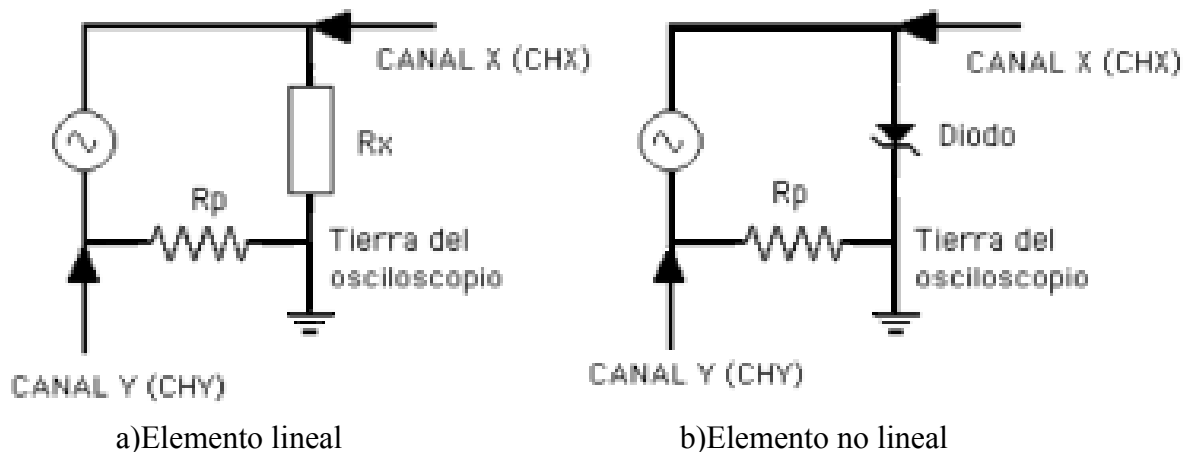

Figura 5.1.- Circuito para determinar las características I-V de elementos de dos terminales.
- 2.- Después de observar la Figura 5.1, responda las siguientes preguntas:
- c) ¿Qué polaridad (positiva o negativa) va a tener la señal aplicada al canal Y (vertical) en el circuito de la Figura 5.1.a, y qué polaridad va a tener la señal aplicada al canal X (horizontal)?
- 3.- En el Prelaboratorio su profesor le indicará los valores que debe utilizar en los circuitos de la Figura 5.1, tanto para los componentes como para los valores pico del generador de funciones. Calcule la potencia máxima que van a disipar las resistencias especificadas, suponiendo que su voltaje va a ser el de la fuente (peor caso).
- 2.- Monte el circuito de la Figura 5.1.a con los valores indicados por su profesor en el Prelaboratorio. El objetivo es determinar la característica corriente-voltaje de R_x , por lo que en principio el verdadero valor de la resistencia R_x es "desconocido". La resistencia de protección R_p se supone conocida. Determine su verdadero valor con el multímetro digital y regístrelo en la siguiente tabla, segunda columna, para luego poder realizar cálculos de corriente en forma indirecta.
osciloscopio digital y registre dichos valores en la siguiente tabla. Aplique dicha señal a su circuito y conecte ahora las puntas de prueba de su osciloscopio de la manera indicada en la Figura 5.1.a. **Recuerde que el osciloscopio DEBE ESTAR FLOTANDO.** Como primer paso, observe las señales en ambos canales simultáneamente, utilizando la base de tiempo del osciloscopio. Observe que, de acuerdo con la convención utilizada generalmente, la polaridad de la señal del canal CHX es positiva, mientras que la señal del canal CHY es negativa. Active el control de inversión de esta señal en el osciloscopio para tener ambas señales con polaridad positiva. Mida el voltaje pico de dichas señales y regístrelo en la siguiente tabla.
6.- A continuación seleccione la **presentación XY** y realice los siguientes ajustes en su osciloscopio: Coloque el acoplamiento GND en ambos canales y ubique el punto en el centro de la pantalla. Coloque el selector de acoplamiento de ambos canales a **DC**, ya que para observar correctamente la característica corriente-voltaje de un dispositivo hay que incluir las componentes DC y AC. En la pantalla aparecerá la característica corriente-voltaje de la resistencia Rx. Para mejorar la imagen, modifique la frecuencia del generador de funciones hasta obtener la gráfica mas nítida posible. Dibújela en papel milimetrado, tome una foto de la pantalla del osciloscopio o archívela en su pen drive, anotando cuidadosamente el tipo de acoplamiento utilizado (DC) y las escalas tanto del amplificador vertical como del horizontal. Determine sobre la gráfica la pendiente de la recta observada y relaciónela con el valor de la resistencia bajo prueba. Observe lo que ocurre cuando invierte alguno de los canales y cuando selecciona una señal triangular o cuadrada en lugar de la sinusoidal. Anote sus observaciones.
8.- Monte el circuito de la Figura 5.1.b con los valores indicados por su profesor en el Prelaboratorio.
10.- Retire los instrumentos DC de su circuito. Como en el caso anterior, seleccione en el generador de funciones una señal sinusoidal de magnitud 10 Vpico y frecuencia alrededor de 1kHz. Aplique dicha señal a su circuito y conecte ahora las puntas de prueba de su osciloscopio de la manera indicada en la Figura 5.1.b. **Recuerde que el osciloscopio DEBE ESTAR FLOTANDO.** Como primer paso, observe las señales en ambos canales simultáneamente, utilizando la base de tiempo del osciloscopio. Ahora tiene en la pantalla señales periódicas, pero no sinusoidales. Invierta el canal CHY en el osciloscopio para tener ambas señales con polaridad positiva.
11.- A continuación seleccione la **presentación XY** y realice los siguientes ajustes en su osciloscopio: Coloque el acoplamiento GND en ambos canales y ubique el punto en el centro de la pantalla. Coloque el selector de acoplamiento de ambos canales a **DC**, ya que para observar correctamente la característica corriente-voltaje de un dispositivo hay que incluir las componentes DC y AC. En la pantalla aparecerá la característica corriente-voltaje del elemento no lineal. Para mejorar la imagen, modifique la frecuencia del generador de funciones hasta obtener la gráfica mas nítida posible. Dibújela en papel milimetrado, tome una foto de la pantalla del osciloscopio o archívela en su pen drive, registrando cuidadosamente el tipo de acoplamiento utilizado (DC) y las escalas tanto del amplificador vertical como del horizontal. Identifique sobre la gráfica el voltaje para el cual el zener comienza a conducir tanto en la región positiva como en la negativa. Anote sus observaciones.